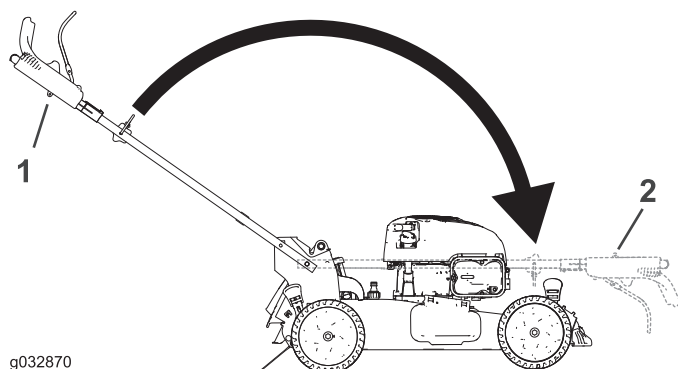

Figura 26
2. Doble el manillar girándolo hacia adelante (Figura 26).